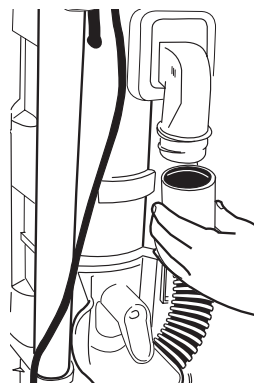

FIG. 31
- Step 4:** Twist the hose from the coupling elbow on the back of cleaner. Check for blockages at cleaner opening and in hose (FIG. 31). If a blockage is found, clear the blockage. The clear hose adapter can be removed for better access to a blockage by unclipping the sides.
- Paso 4:** Haga girar levemente la manguera quitándola del codo acople en la parte trasera de la aspiradora. Revise para ver si hay obstrucciones en la entrada a la aspiradora o en la manguera (FIG. 31). Si encuentra alguna obstrucción, quítela. El adaptador de manguera transparente puede desmontarse para facilitar el acceso a la obstrucción, desenganchando los costados.